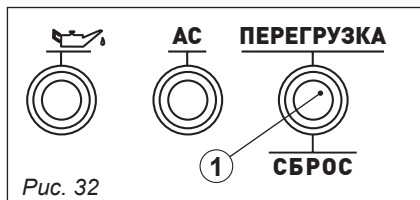

Рис. 32
Индикатор перегрузки ① загорается, когда общая мощность превышает диапазон применения (более подробно см. п. 4.3. «Индикатор перегрузки»), рис. 32